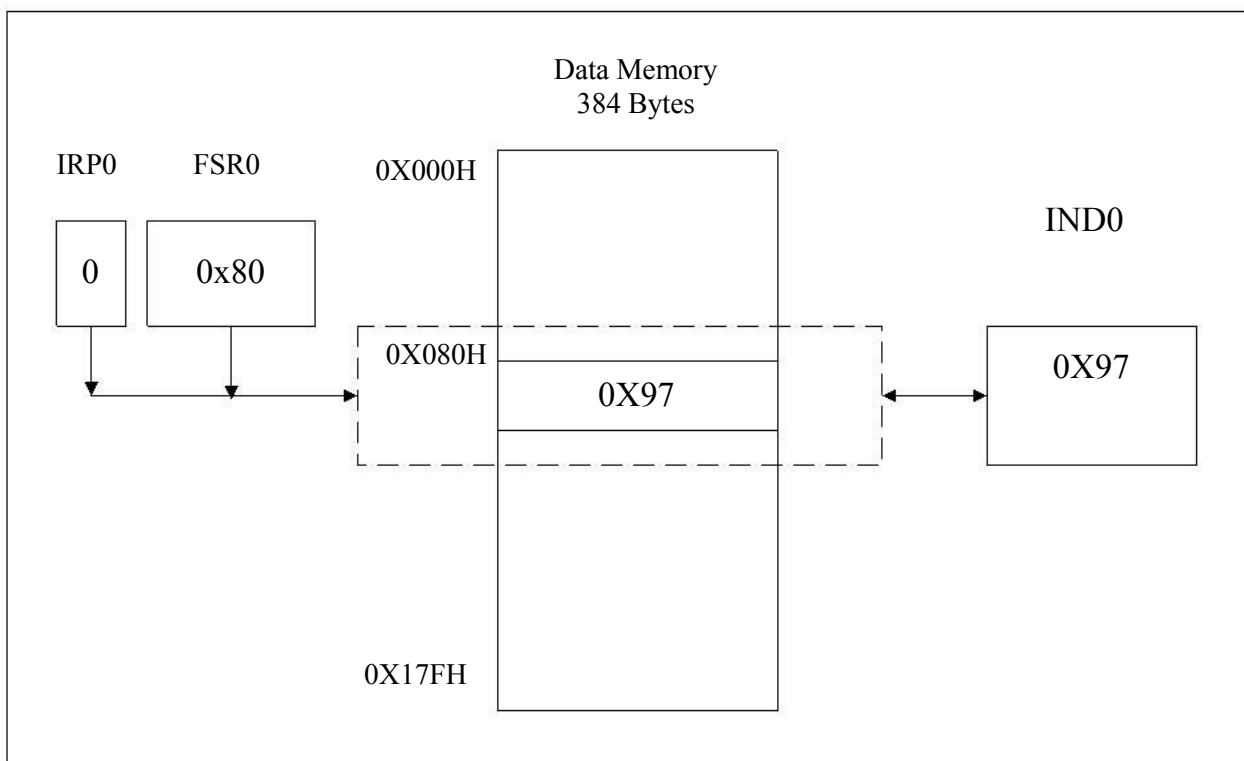

图 2-4间接地址访问
3. 通过IND0以及FSR0这两个寄存器可以对数据存储器以及特殊功能寄存器进行间接访问。当从间接地址寄存器(IND0)读入数据时，MCU实际上是以FSR0中的值作为地址去访问数据存储器得到数据。当向间接寄存器(IND0)写入数据时，MCU实际上是以FSR0中的值作为地址去访问数据存储器将值存入该地址。其访问方式见图 2-4。